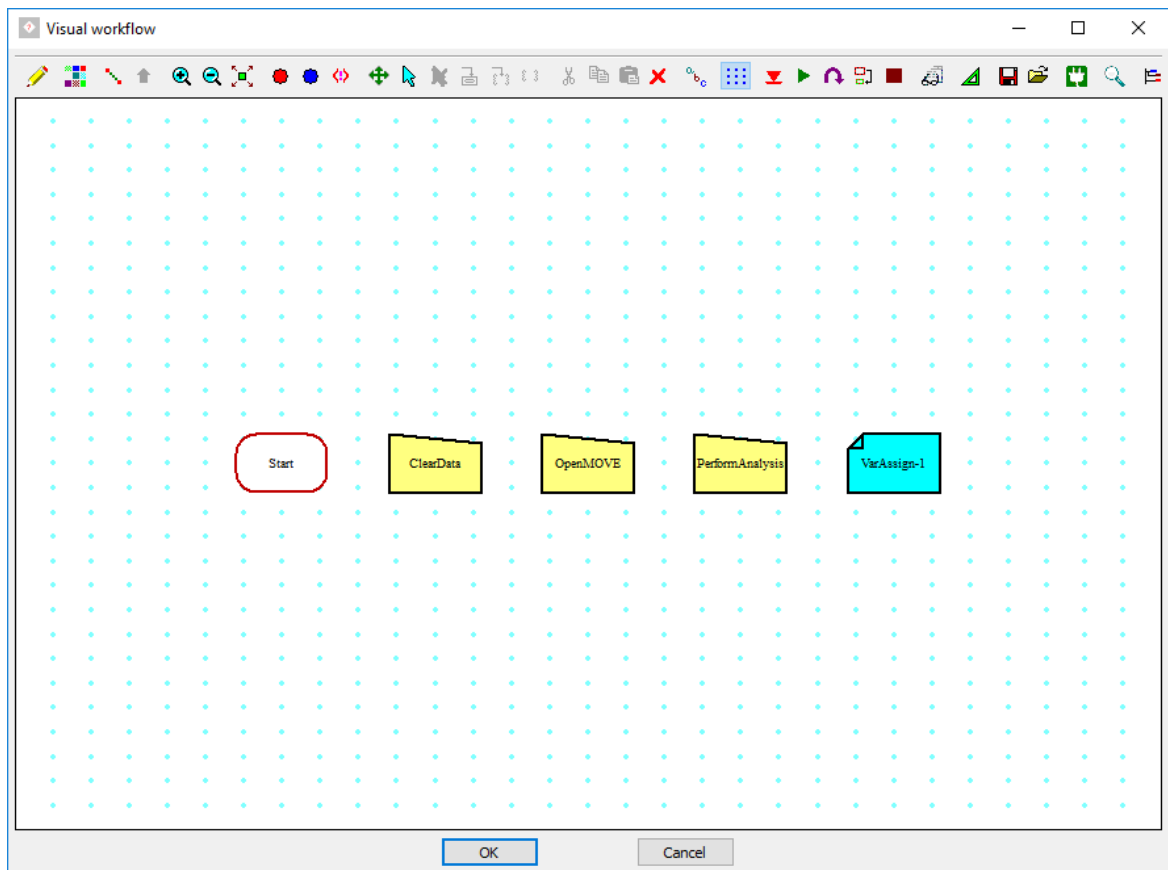

Рисунок 32: Візуальний редактор робочого циклу з трьома операціями (*ClearData*, *OpenMOVE* та *PerformAnalysis*) і одним створеним призначенням (*VarAssign-1*).
83. У візуальному редакторі робочого циклу клацніть лівою кнопкою миші праворуч від елемента операції *PerformAnalysis*. У вікні з'явиться елемент призначення під назвою *VarAssign-1* (рис. 32).